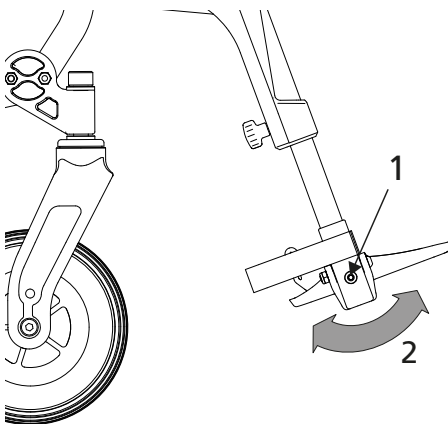

Abb.21
1. die Schraube (1, Abb.21) um einige Umdrehungen. Sie können nun den Winkel der Fußplatte justieren (2, Abb. 21).
2. Ziehen Sie anschließend die Schraube (1) wieder fest an.